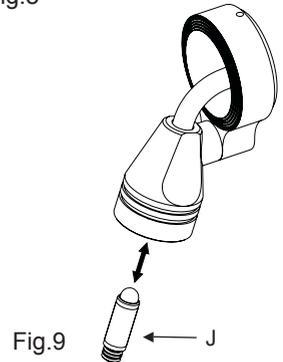

Fig.9
Con el otoscopio, primero afloje el cabezal del mango y extraiga la bombilla (J) por abajo (Fig.9). Introduzca la nueva bombilla.